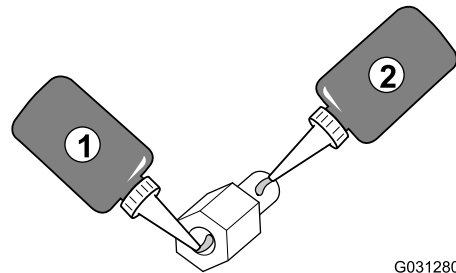

**Figura 130**
- 1. En la parte trasera del monitor de fumigación, con los 2 conectores (26 pines) hacia abajo, retire la contratuerca superior (5 mm) del espárrago del soporte de bola (Figura 130, A).
- 3. Enrosque el separador en el espárrago del soporte de bola (Figura 130, B) y apriete el separador a 250 N·cm (22 pulgadas-libra).
- Alinee el orificio de la visera del monitor con la porción del espárrago del separador roscado (Figura 130, B).
- Monte la visera en el monitor (Figura 130, C) con la contratuerca de 5 mm que retiró en el paso 1.